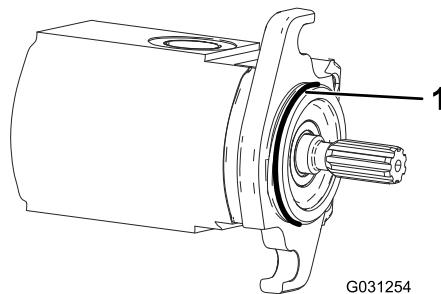

Figura 5
3. Instale o anel de retenção no motor do cilindro (Figura 5).
5. Lubrifique a placa lateral até que saia lubrificante pela abertura de lubrificação (Figura 5).